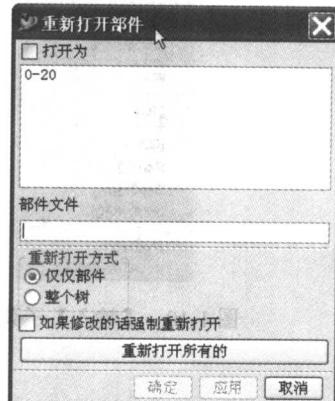
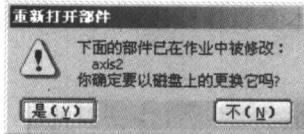

图 1-7 “重新打开部件”对话框
图 1-8 “重新打开部件”对话框
- 重新打开选择的部件：选择该命令后，系统弹出“重新打开部件”对话框，如图 1-7 所示。在该对话框中选择需要重新打开的部件，单击【确定】按钮，如果打开的部件已经被修改，则系统弹出的对话框如图 1-8 所示。单击【是】按钮，则用磁盘上的原文件替代已经打开的文件，单击【否】按钮则不替换。